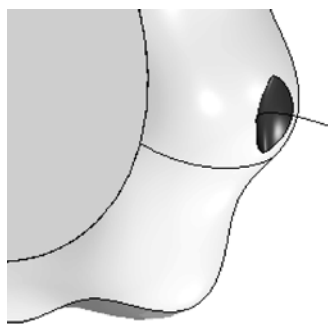

图 5-155 合并后的曲面
- 单击“应用”按钮, 合并后的曲面如图 5-155 所示。